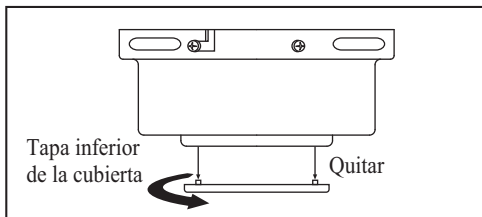

Figura 8
3. Retire la tapa inferior de la cubierta decorativa girándola en sentido contrahorario. (Figura 8)